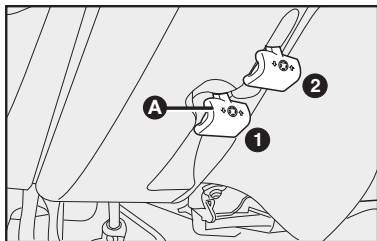

fig. 16
- 1) deslocar a alavanca **A** para a posição **2-fig. 16**;